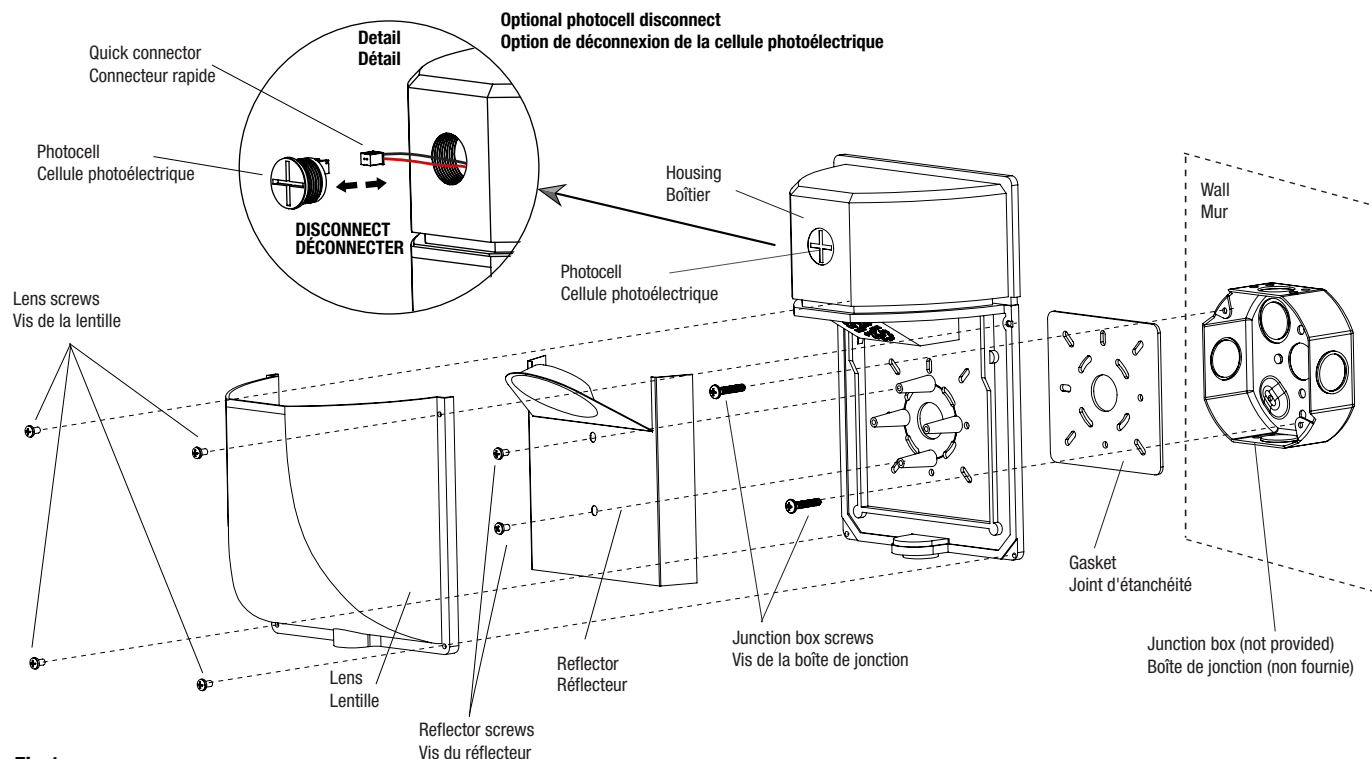

Fig.1
INSTALLATION (Fig. 1)
- b. Disconnect the quick connector (Fig. 1, detail).
- b. Débrancher le connecteur rapide (Fig. 1 détail).